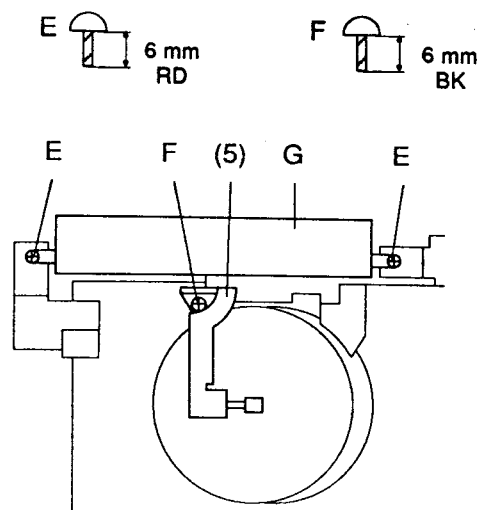
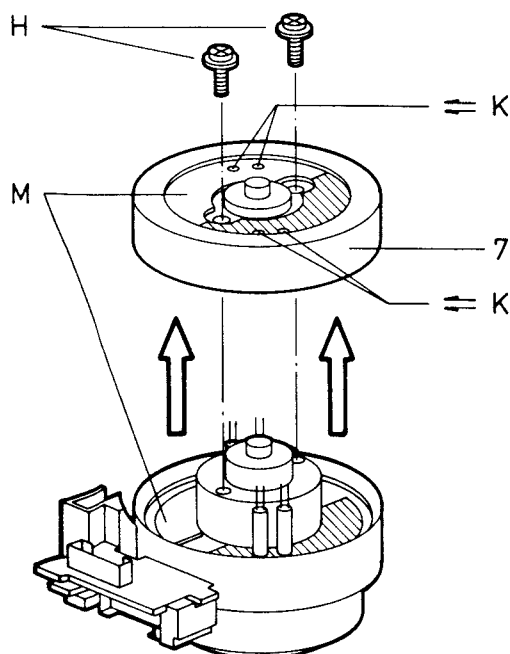
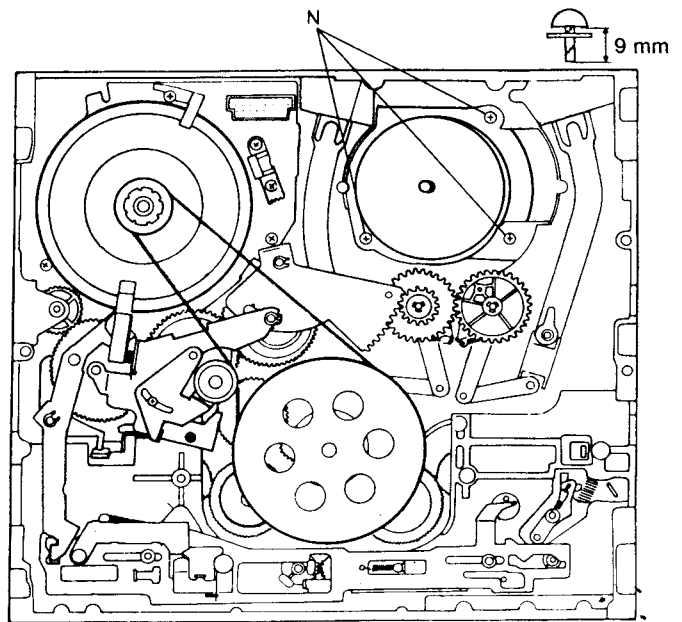

Fig. 8
Fig. 9
Fig. 13
- Schrauben "F", "H" herausdrehen und Erdungsfeder (5) entfernen (Fig. 8 / Fig. 9).
- Kopfscheibenanschlüsse "K" entlöten (Fig. 9), Außenring der Kopfscheibe (7) leicht anwärmen (z.B. Föhn) und Kopfscheibe (7) vorsichtig abziehen.
- Remove the screws "F" and "H" and then the Earthing Spring (5) (Fig. 8 / Fig. 9).
- Unsolder the head wheel connections "K" (Fig. 9). Warm up the outer ring of the Head Wheel (e.g. Hairdryer) and pull the Head Wheel (7) off carefully.
- 3 Schrauben "E" und "F" herausdrehen (Fig. 8).
- Kopfverstärker "G" und Erdungsfeder (5) entfernen.
- 3 Schrauben "N" entfernen (Fig. 13) und Bandtrommelbaustein (6) vorsichtig aus dem Laufwerk ziehen.
- Bandtrommelbaustein (6) ins Laufwerk stecken und 3 Schrauben "N" eindrehen (Fig. 13).
- Erdungsfeder (5) mit Schraube "F" befestigen (Fig. 8).
- Remove the 3 screws "E" and "F" (Fig. 8).
- Remove the Head Amplifier "G" and the Earthing Spring (5).
- Remove the 3 screws "N" (Fig. 13) and pull the Tape Drum Module (6) carefully out of the mechanics.
- Place the Tape Drum Module (6) into the mechanics and tighten the 3 screws "N" (Fig. 13).
- Refit the Earthing Spring (5) with the screw "F" (Fig. 8).